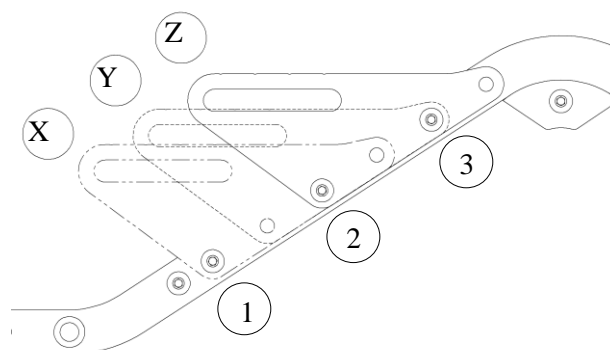

Figure 10 - Position de la plaque de fixation
1. Déterminer la position de la plaque de fixation en se référant au tableau 4 et à la figure 10;